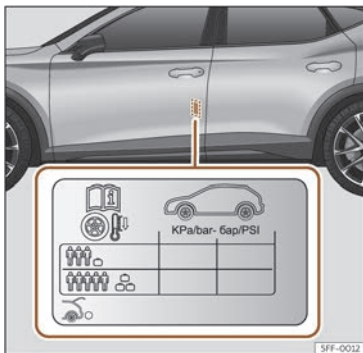

Fig. 235 Ubicación del adhesivo de la presión de inflado de los neumáticos.
- Adapte la presión de los neumáticos a la carga que lleva el vehículo >>> **fig. 235**.
Los valores de la presión de inflado se indican en la etiqueta adhesiva situada en la zona posterior del marco de la puerta delantera izquierda >>> **fig. 235**.
La presión de los neumáticos se debe adaptar a la carga actual del vehículo. Si el vehículo va a ir cargado al máximo, debe aumentar la presión de inflado al valor máximo de carga indicado en la etiqueta adhesiva >>> **fig. 235**.
En el caso de una rueda de emergencia mini-mizada (125/70 R16 o 125/70 R18), inflar a 4,2 bar de presión según se indica en la etiqueta de presión de los neumáticos >>> **fig. 235**.
- El conductor es responsable de que todos los neumáticos del vehículo estén inflados a la presión correcta. La presión de inflado recomendada viene indicada en un adhesivo >>> fig. 235.
- Con los neumáticos en frío, deberá mantenerse siempre la presión indicada en el adhesivo >>> fig. 235.